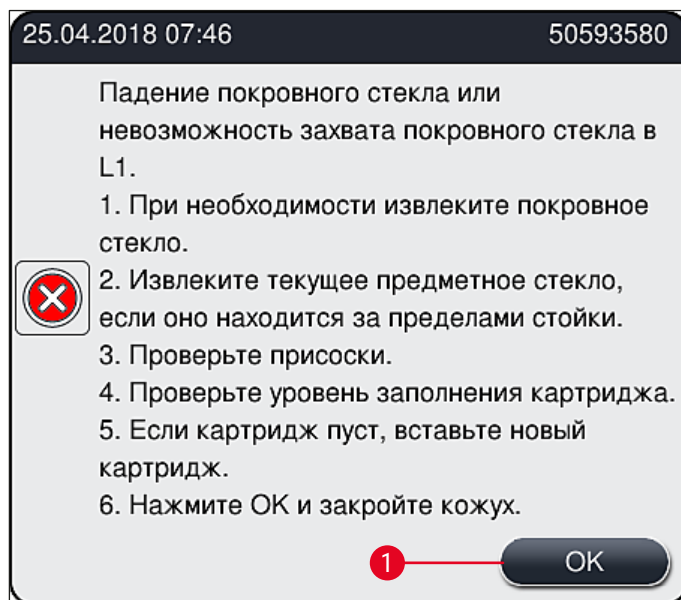

Рис. 111
В случае, если **модуль "Pick&Place"** теряет покровное стекло в процессе транспортировки к предметному стеклу или если **модуль "Pick&Place"** не может извлечь покровное стекло из картриджа с покровными стеклами за 3 попытки, пользователь получает информацию об этом в виде сообщения о неисправности (→ Рис. 111).
- ① При появлении на экране сообщения (→ Рис. 111) пользователь должен, прежде всего, проверить, не было ли покровное стекло потеряно в процессе транспортировки к предметному стеклу или удалось ли **модулю "Pick&Place"** извлечь покровное стекло из картриджа для покровных стекол.